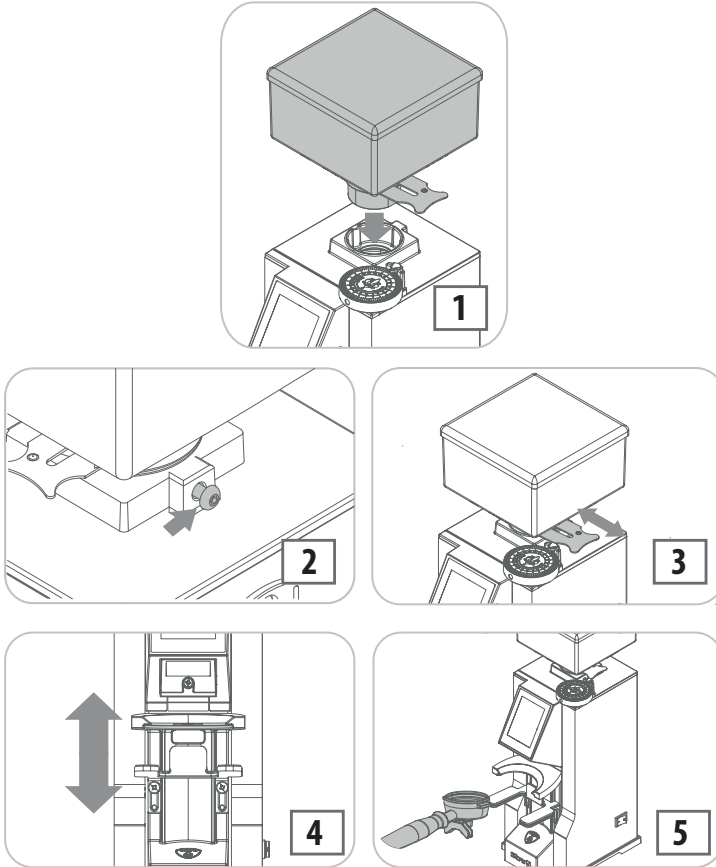

Fig. 7.1 - العمليات الأولية
- أدخل وعاء حبوب القهوة في مكانه (1 - Fig. 7.1)، واضبطه بحيث تكون الفتحة متوازية مع المسمار الموجود في الخلف (2 - Fig. 7.1).
- اضغط على اللسان لمنع حبوب القهوة من المرور (3 - Fig. 7.1).
- فك البراغي (4 - Fig. 7.1) لضبط ارتفاع شوكة حامل الفلتر. بمجرد وصول الشوكة إلى الارتفاع المطلوب، أحكم ربط البراغي مرة أخرى.